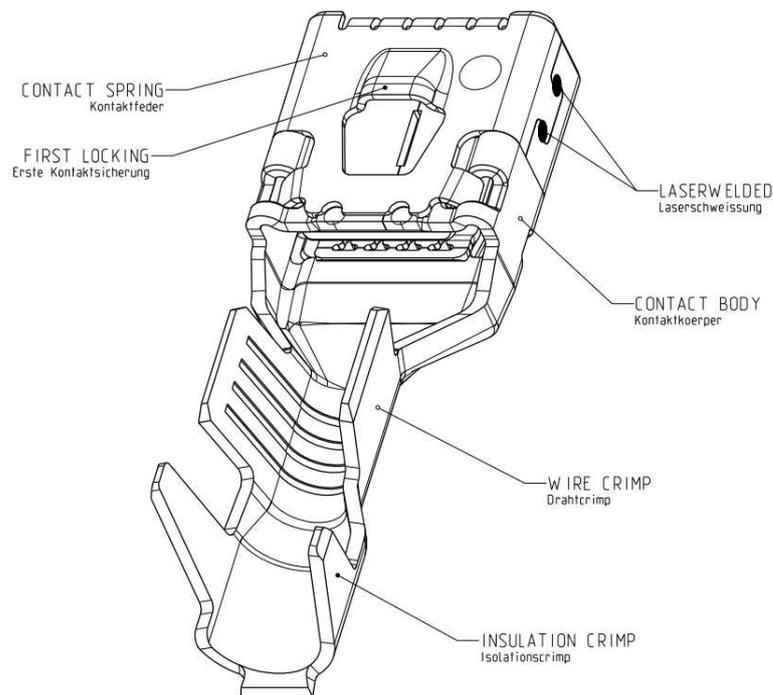

Fig. 1 / Abb. 1
See Fig. 1 and 2.
S.h. Abb. 1 und 2.